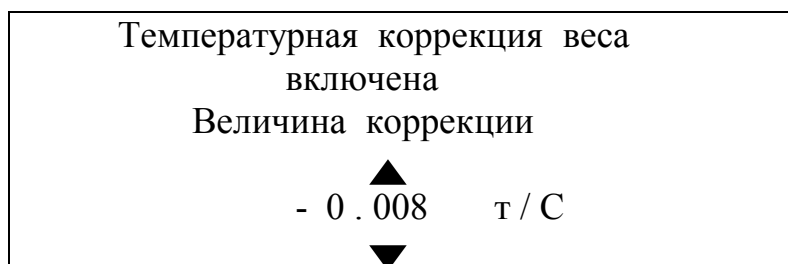

Рисунок 40
2.3.3.22.1 Величину и знак коррекции выбирают, нажимая на кнопки «▲», «▼» (рисунок 40). В случае применения в конструкции весов восьми датчиков с НПИ равным 20т может быть предварительно установлено значение коррекции -0,008 т на градус.